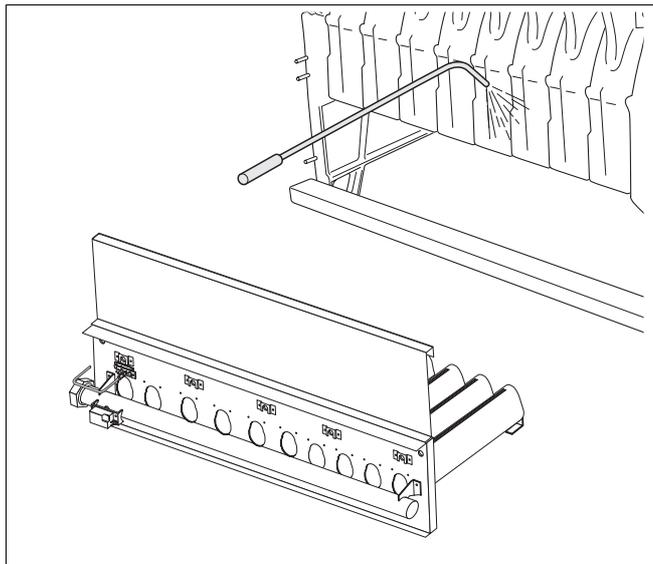
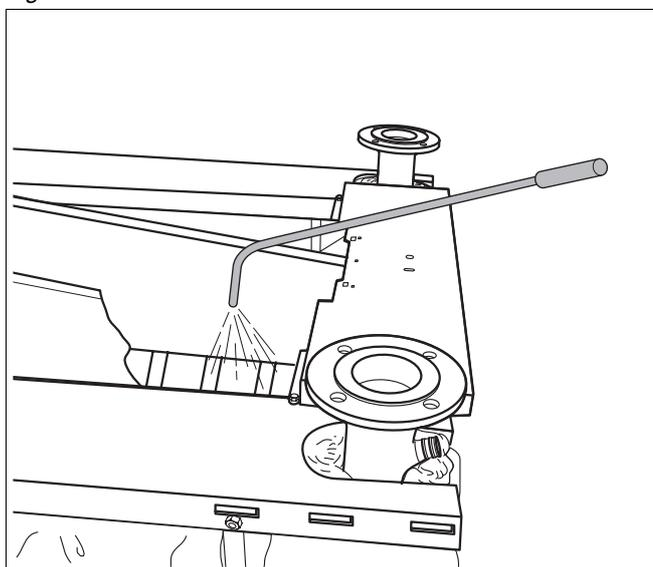

Fig. 19 Pulizia a umido della caldaia
Fig. 20 Pulizia a umido della caldaia
- Spruzzare uniformemente il prodotto detergente nei tiraggi del gas scaldante, procedendo dall'alto e di lato (fig. 19 e fig. 20).